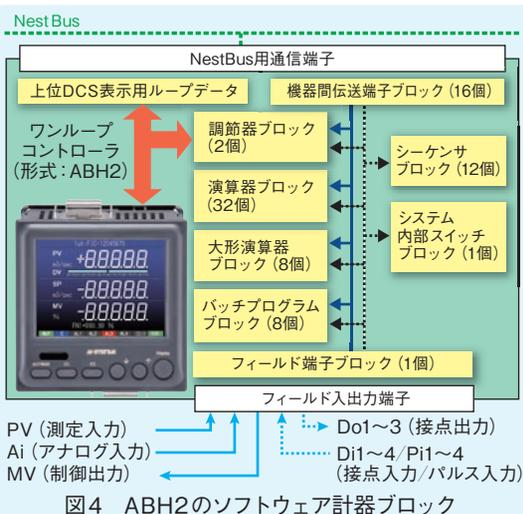

図4 ABH2のソフトウェア計器ブロック
ABH2では、ABHと同様MsysNetのスーパーDCS機器に共通で装備されているソフトウェア計器ブロック (図4)をすべて使用できます。ビルダーソフト (形式: SFEW2)と赤外線通信アダプタ (形式: COP-IRU)を用いれば、出荷時設定からの制御ブロックの変更や計器ブロックの機能を複雑に組み合わせ設定が可能です。
ABH2は、図4に示す入出力を備えています。測定入力 (PV)とアナログ入力 (Ai)については、それぞれ以下に挙げる11種類のレンジを切り替えて使用できます。アナログ入出力相互間は絶縁されています。